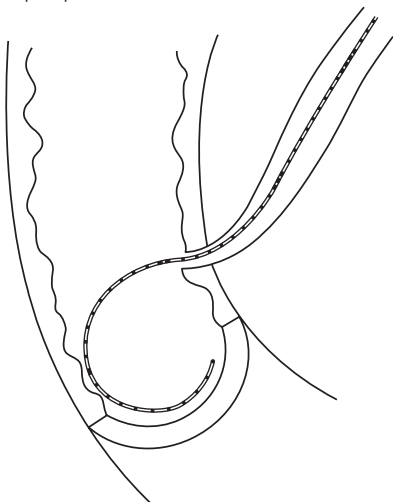

Fig. 2
5. En el duodeno deben enrollarse aproximadamente 15-20 cm de la guía flexible para evitar la retirada involuntaria de la guía, y su posición debe confirmarse por métodos fluoroscópicos. (**Fig. 2**)